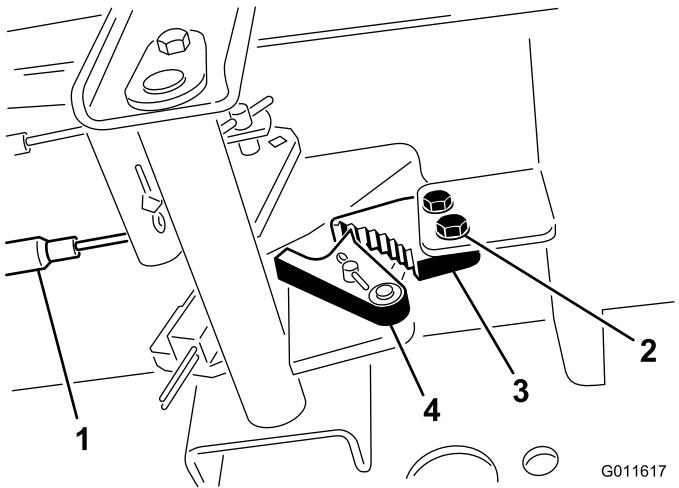

Figura 53
2. Premete in avanti il pedale del freno di stazionamento finché il fermo non s'innesta completamente nel nottolino del freno (Figura 53).
1. Allentate le due viti che fissano il nottolino del freno di stazionamento al telaio (Figura 53).